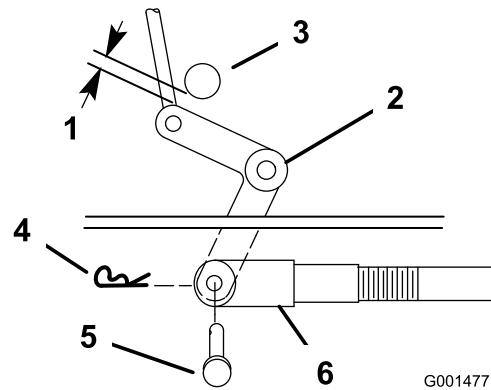
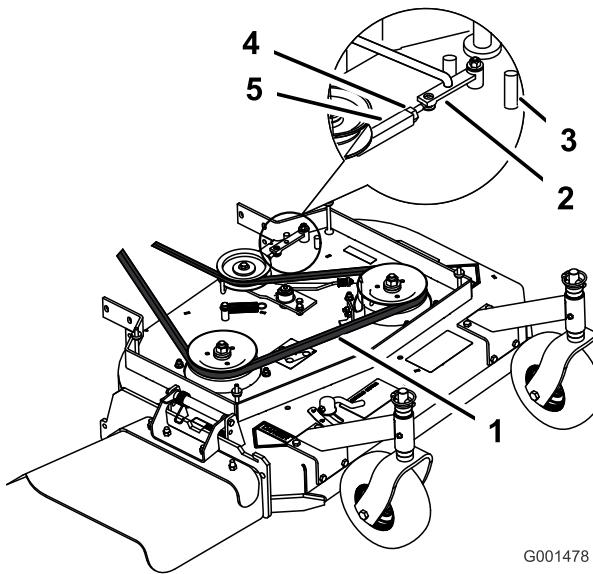

Figura 35
Figura 36
9. Compruebe la distancia entre la palanca acodada y el eje de salida de la transmisión (Figura 35).
11. Gire la horquilla en el sentido de las agujas del reloj para aumentar la distancia; gírela en el sentido contrario para reducirla (Figura 35).
Nota: Si el brazo no entra en contacto con el tope delantero de la plataforma del cortacésped (Figura 36), ajuste la horquilla para acercar la palanca acodada al eje de salida de la transmisión (Figura 35).
3. Afloje la contratuerca del tensor (Figura 36).
4. Gire el tensor hacia la parte trasera del cortacésped para aumentar la tensión de la correa. Gire el tensor hacia la parte delantera del cortacésped para reducir la tensión de la correa (Figura 36).